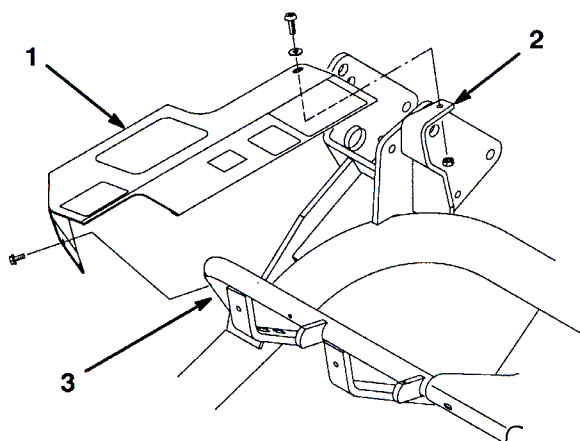

図 8
1. フレーム・チューブと取り付けブラケットについている穴に、カバーの取り付け穴を整列させる (図8)。
2. ソケット・ヘッド・ネジ (1/4 × 3/4 in.)、ワッシャ (1/4 in.)、ロックナット (1/4 in.) を使って、カバーの後部を取り付けブラケットの上部に仮止める (図8)。(図8)
3. タップネジ2本を使って、カバー上部をフレーム・チューブに仮止める (図8)。取り付け状態を確認し、各ネジを本締めする。